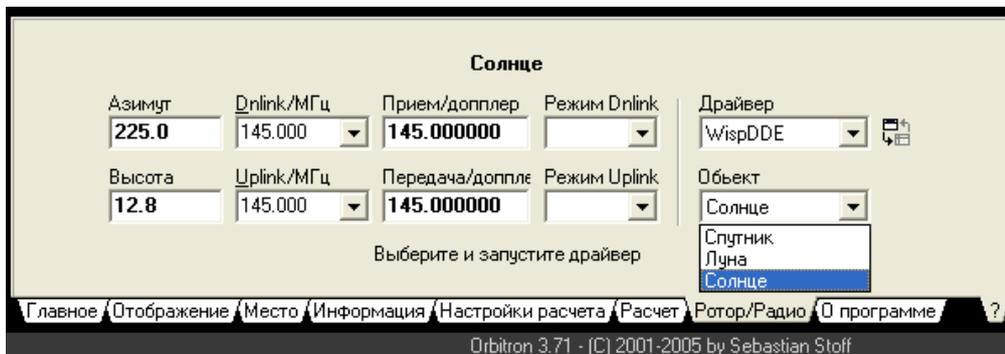

Рисунок 13 –Вкладка «Ротор/радио»
3.1.3.4 В закладке «Ротор/радио» выбрать «Солнце» (см. рисунок 13).